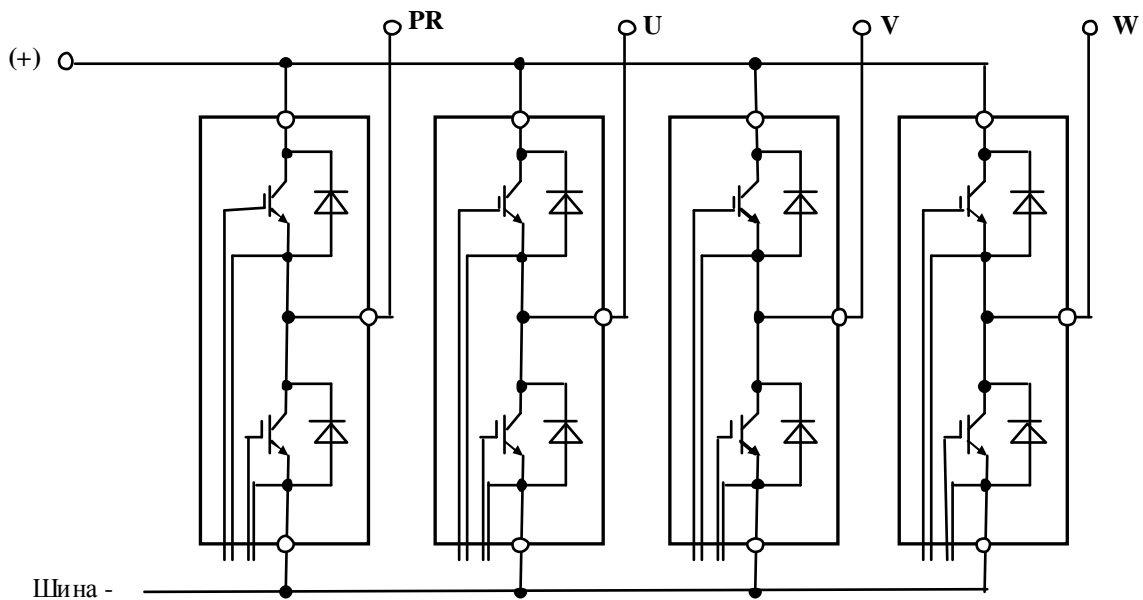

Рис.4.10
4.8.1. Электрическая принципиальная схема выходных силовых цепей приведена на рис.4.10.